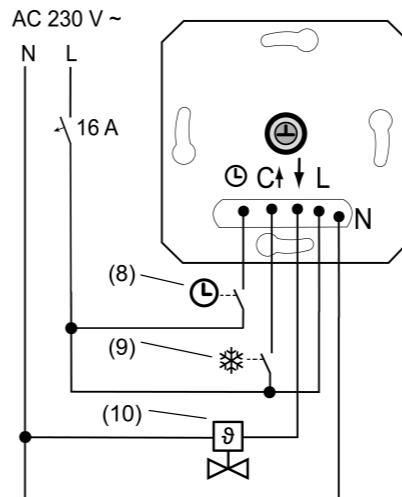

Bild 2: Anschlussbeispiel des Einsatzes
- Elektrothermischen Stellantrieb (10) an Einsatz (1) gemäß Anschlussplan (Bild 2) anschließen. Leiterquerschnitte beachten (Bild 3).
- Optional den Eingang ECO-Betrieb über einen Schaltkontakt einer Zentraluhr (8) beschalten. Liegen 230 V am Eingang an, wird die eingestellte Solltemperatur, ausschließlich im Heizbetrieb, um 4 °C reduziert.
- Optional den Eingang Köhlen C über einen Schaltkontakt der Heizungsanlage (9) beschalten. Liegen 230 V am Eingang C an, ist der Kühlbetrieb aktiv. Werden die 230 V abgeschaltet, schaltet das Gerät automatisch in den Heizbetrieb. Nach jedem Umschalten leuchtet die LED für 10 Sekunden in der Farbe der aktuellen Betriebsart.